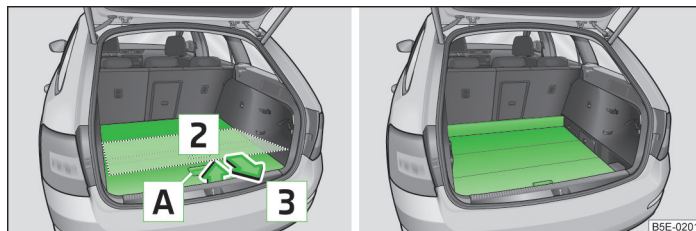

Fig. 97 Reglați podeaua variabilă în poziția inferioară / podea variabilă în poziție inferioară
- Prindeți de mâner **A** » fig. 97 partea din spate a podelei variabile.